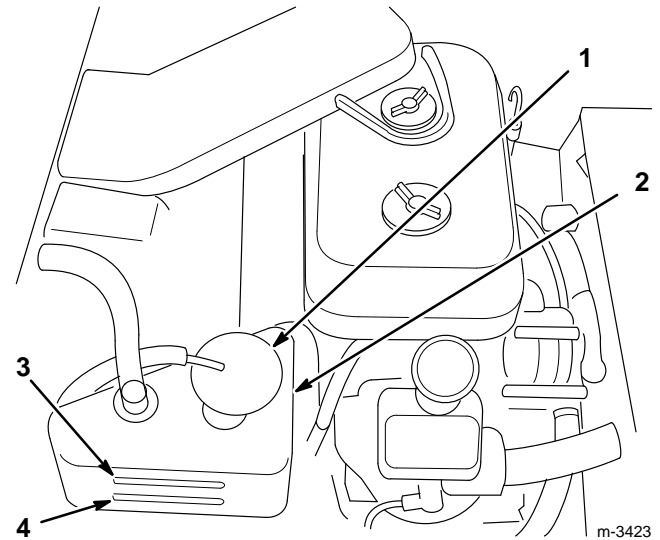

Abbildung 6
- Den Kühlmittelstand kontrollieren. Das Kühlmittel sollte zwischen den beiden Linien am Reservetank stehen, wenn der Motor kalt ist (Abb. 6).